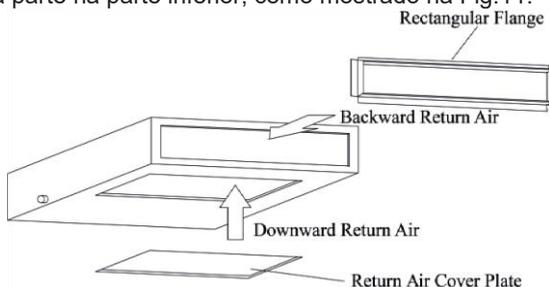

Fig.11
a. O local de instalação da conduta de retorno de ar pode ser na parte posterior da unidade eou na parte na parte inferior, como mostrado na Fig.11.
b. Se pretender a instalação da conduta de ar de retorno na parte inferior, então retire a flange da entrada de ar posterior e coloca na entrada de retorno de ar inferior, conforme a fig.11. Para isso remove a tampa da entrada de ar de retorno e coloca aí a flange e de seguida coloca a tampa na parte na entrada de ar posterior.